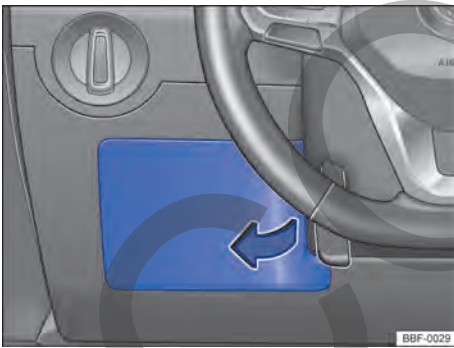

Fig. 208 Del lado del conductor en el panel de instrumentos: cubierta de la caja de fusibles.
- Sostener la cubierta de la caja de fusibles → fig. 208 y tirar hacia adelante.